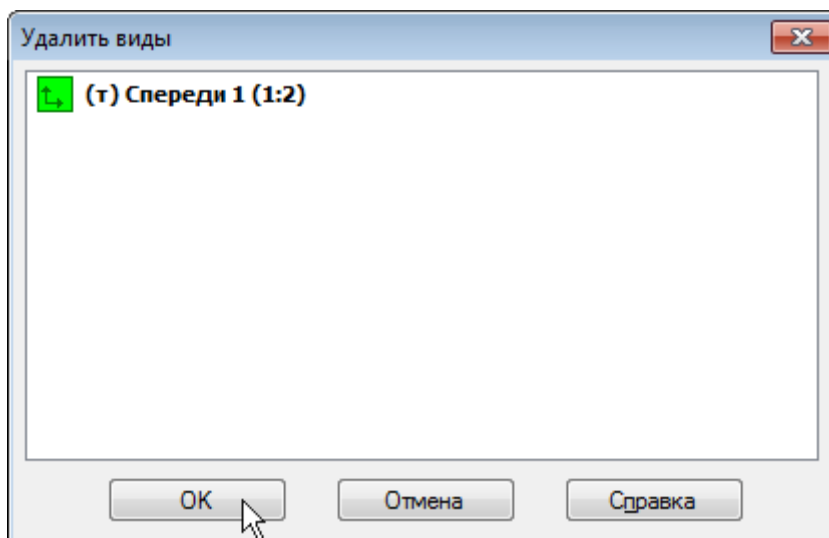

Рисунок 3.
- Нажмите клавишу <Delete> на клавиатуре и подтвердите удаление вида (рис. 3).